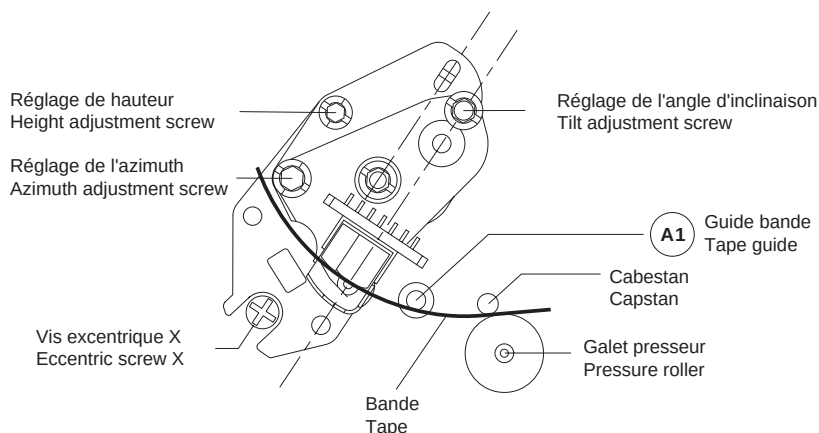

Fig. 25
- A l'aide de la vis de réglage de l'angle d'inclinaison (Fig. 25) bien ajuster le bord inférieur de la bande au ras de l'épaulement inférieur du guide-bande "A1" (la bande ne doit pas être en appui sur son bord inférieur).
- A l'aide de la vis de réglage de hauteur régler la tension de sortie au maximum (Fig. 25).
- A l'aide de la vis de réglage d'azimut régler la tension de sortie au maximum (Fig. 25).
- Appuyer sur la touche ①.
- A l'aide de la vis excentrique (Fig. 25) régler le signal de suivi de piste "TRIV" au maximum (couplage DC).
- By means of the tilt angle adjustment screw (Fig. 25) move the tape until the lower edge just touches the tape guide "A1" (the lower edge of the tape must not bend).
- Adjust for maximum output voltage with the height adjustment screw (Fig. 25).
- Adjust to maximum output voltage with the azimuth adjustment screw (Fig. 25).
- Press the ① button.
- With the eccentric screw (Fig. 25) adjust the "TRIV" tracking signal to maximum voltage (DC-coupling).